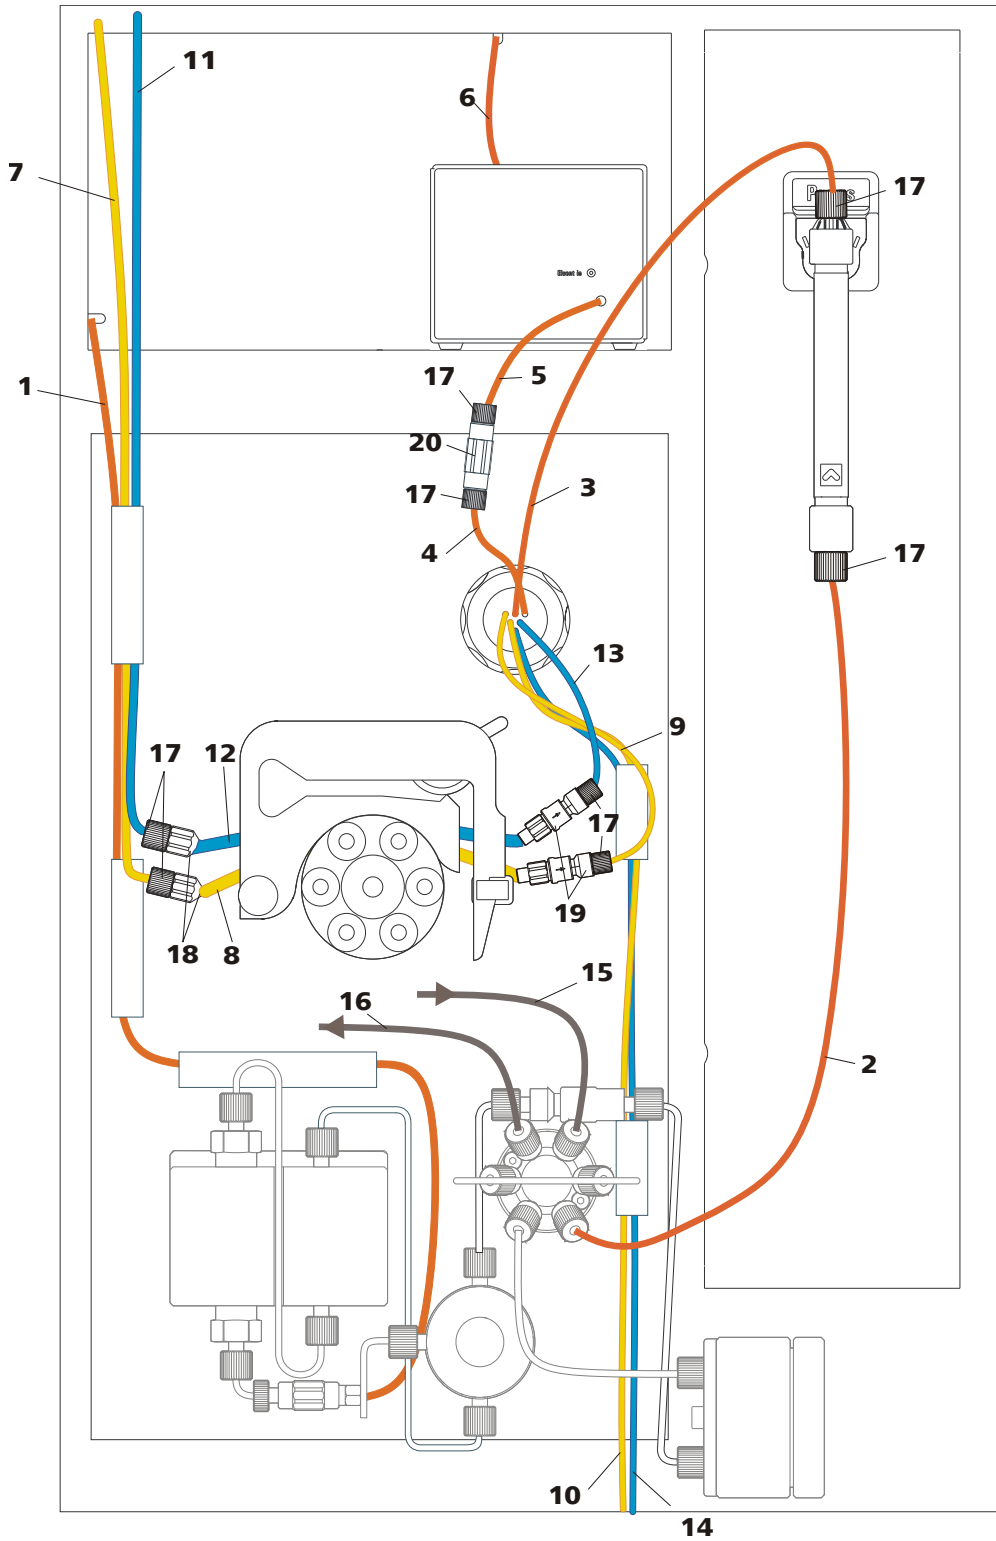

Figure 3 Schéma d'installation 882 Compact IC plus – Anion
- un schéma d'installation (*voir Figure 3, page 14*) qui représente un 882 Compact IC plus – Anion entièrement monté.